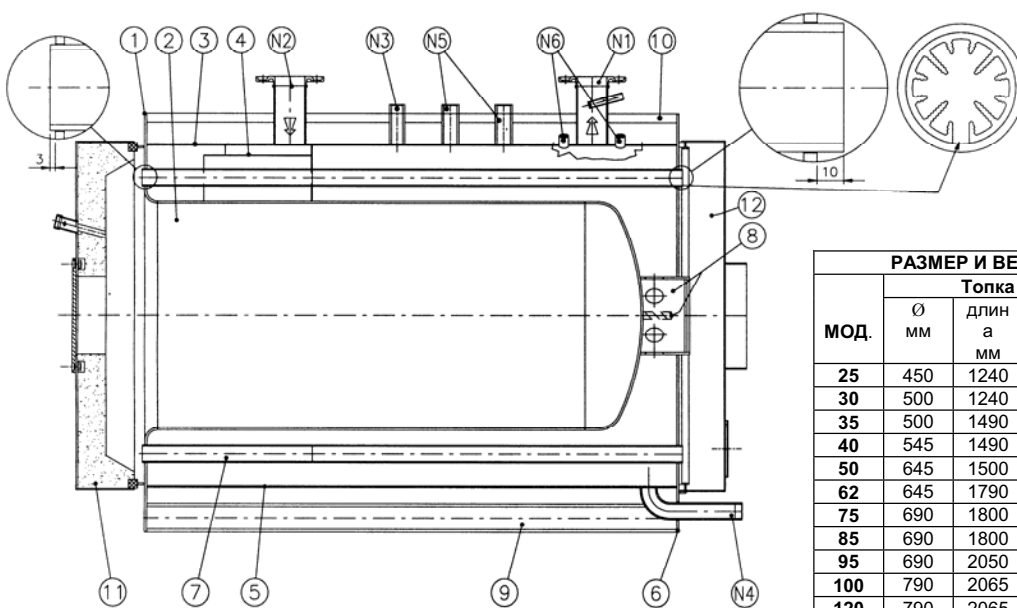

Рис. 7
- a) Разместить переднюю пластину (1) котла на полу петлями вниз в строго горизонтальном положении (отметить среднюю линию сторон плиты, чтобы правильно расположить топку и обечайку).
- b) Разместить топку (2) на внутреннем крае передней пластины (1), чтобы продольный сварочный шов топки располагался в нижней части котла. **Проверить, чтобы соединение пластины с топкой было точно перпендикулярным.**
- c) Приварить топку (2) к передней пластине (1) по внешней окружности.
- d) Разместить часть верхней обечайки (3) (патрубок обратки, узнаваемый через отсекаТЕЛЬ потока (4), приваренный внутри обечайки, должен находиться рядом с передней трубной пластиной). **При размещении необходимо выровнять оси отверстий для фланцевых патрубков, по значку предварительно размеченному на осевой линии плиты.** Для точности центровки проверьте расстояние **A** между краем обечайки и плиты. Перейти к точечной сварке только на осевой линии.
- e) Разместить нижнюю обечайку (5), соблюдая квоту **B**, и произвести точечную сварку только по нижней осевой линии передней пластины (1).
- f) Провести точечную сварку между двумя частями обечайки (3) и (5).
- g) Разместить заднюю трубную пластину (6), вставив анкерный болт или опорный патрубок (8) топки.
- h) Приварить заднюю трубную пластину (6) к анкерному болту или опорному патрубку (8), не задевая при этом 4 резьбовые заклепки или винта, при помощи которых фиксируется дымоход.
- i) Приварить всю обечайку (3) и (5) к передней трубной пластине (1).
- j) Вставить и приварить дымогарные трубы (7) к задней трубной пластине (6). Котел может находиться в вертикальном положении или, с большей трудностью для сварки, горизонтальном. Выбор положения зависит от размера помещения и наличия средств для подъема котла. **Важно: дымогарные трубы (7) должны выступать примерно на 3 мм со стороны передней трубной пластины (1) и примерно 10 мм со стороны задней трубной пластины (6).**
**NB: Для версии F (с алюминиевым элементом) паз слива конденсата должен находиться в нижней части (см Рис. 7)**
- m) Приварить продольно обе части обечайки (3) и (5) и выполнить внутреннюю сварку топки (2) к передней трубной пластине (1); для облегчения операции рекомендуется вращать ее на валиках.
- n) Приварить обе рукоятки на 1/2" (N6) к обечайке (3) после проверки правильности наклона Зумпфов колб, так чтобы они не были закрыты дымогарными трубами; снять Зумпфы в момент сварки. Приварить два фланцевых патрубка (N1) и (N2) для подачи и обратки, проверяя горизонтальность фланцев; приварить рукоятку соединения для приборов (N3) и соединения (N5) если они предусмотрены.
- o) Приварить дымогарные трубы (7) к передней трубной пластине (1).
- p) Проверить, чтобы пластины (1) и (6) не имели деформации и приварить лонжероны (9) по линии плиты.
- q) Приварить трубы квадратного сечения (10) опоры обшивки; если это предусмотрено, приварить также боковые трубы, соблюдая квоту **C**.
- s) Установить дверцы (11) и дымоход (12).